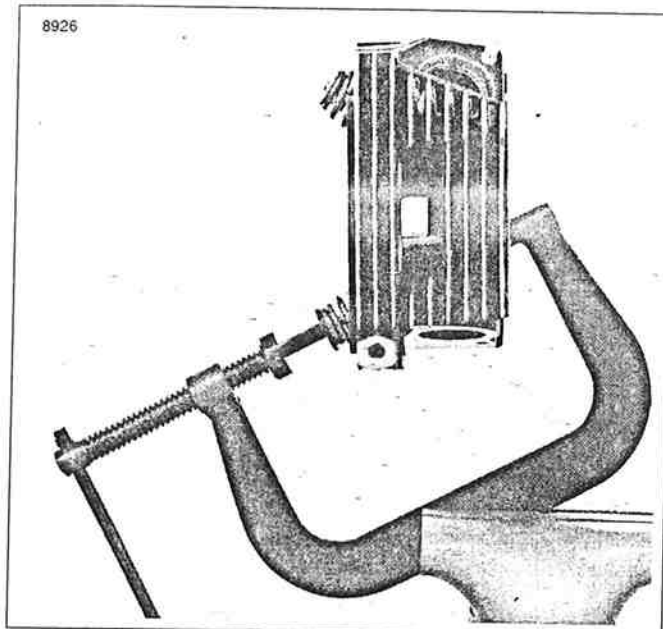

Figura 3-45. Comprima el resorte de la válvula con el compresor del resorte de válvula (HD-34736-B)
6. Vea la Figura 3-45. Comprima el resorte de la válvula con el COMPRESOR DEL RESORTE DE VÁLVULA (HD-34736-B).